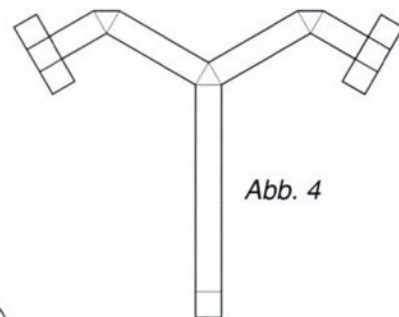

Abb. 4
Lest die Erläuterung in Abb. 4.
2) Fügt einen weiteren Arm zur Struktur hinzu, um sie wie in Abb. 4 gezeigt symmetrisch zu machen.